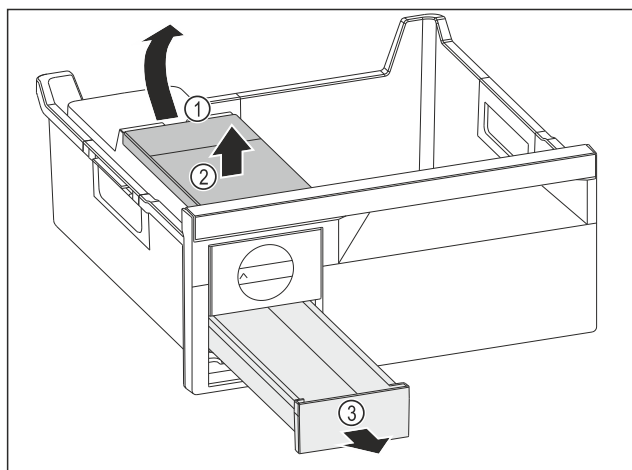

Fig. 95
- Estrarre il serbatoio dell'acqua: Sollevare il serbatoio dell'acqua nel vano Fig. 95 (1).
- Estrarre il serbatoio dell'acqua Fig. 95 (2) verso l'alto.
- Estrarre il cassetto del ghiaccio Fig. 95 (3) in avanti.